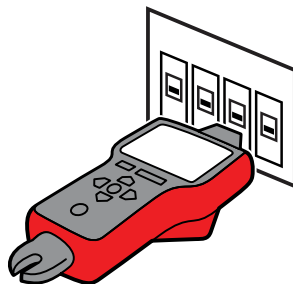

Figura 3.3e: Correggere l'allineamento del sensore punta sul salvavita
2. Eseguire la scansione di ciascun salvavita/fusibile per un secondo toccandolo con la punta del sensore. Assicurarsi che la scanalatura del **SENSORE PUNTA** sia parallela longitudinalmente al salvavita/fusibile (vedi Figura 3.3e)
2. Eseguire di nuovo la scansione di ciascun salvavita/fusibile toccando ognuno di essi con la punta del sensore per un secondo. La freccia rossa indica che è in corso la scansione. Assicurarsi che la scanalatura del SENSORE PUNTA sia parallela longitudinalmente al salvavita/fusibile (vedi Figura 3.3e)